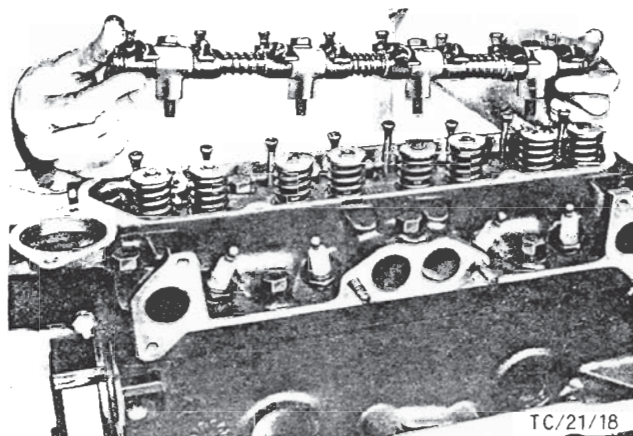

Fig. 88 - Afmonter ventildækslet.
3. Afmonter tændrørene og tag ventildækslet af (4 bolte), Fig. 88.